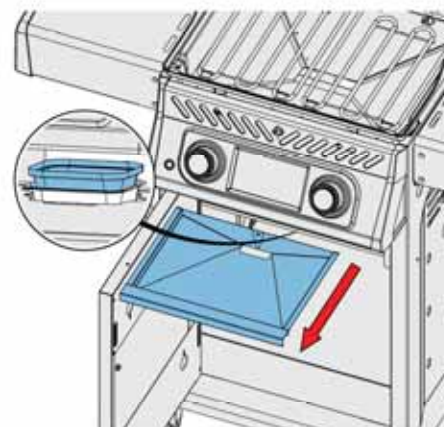

Fig. 8
1. Faites glisser le bac à graisse hors de l'appareil pour accéder au bac à graisse jetable ou pour nettoyer le bac à graisse. (Fig. 8)
- Nettoyez fréquemment pour éviter l'accumulation de graisse – environ tous les 4 à 5 usages. (Fig. 8)